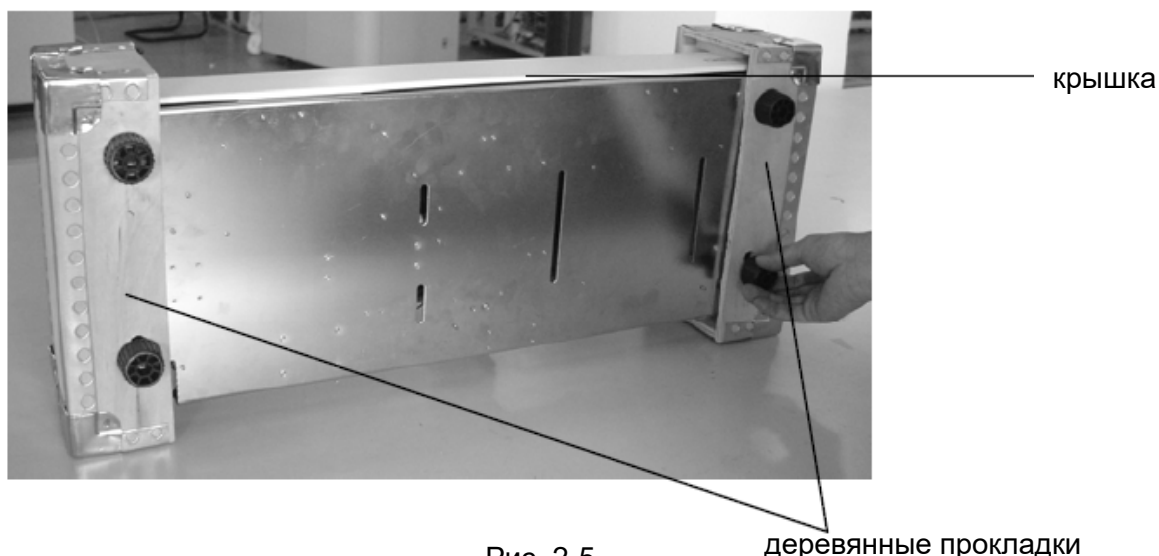

Рис. 2-5
1. Достаньте конвейер из упаковки, снимите четыре ножки, установленные под деревянными прокладками, как показано на рис. 2-5:
2. Удалите деревянные прокладки с обеих сторон и снимите обеими руками крышку с конвейера, как показано на рис. 2-5 (держите крышку с обоих концов).